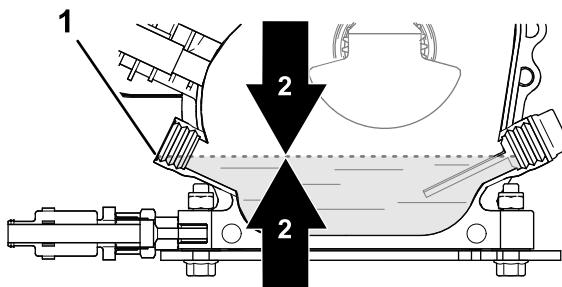

Figura 28
4. Controllate il livello dell'olio (Figura 28).